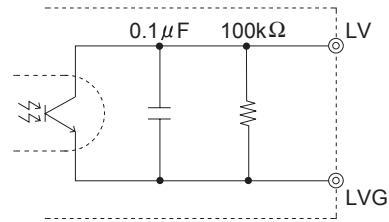

图5.13 LV内部电路
- LV报警的内部电路如图5.13所示。LV报警与输入、输出及FG隔离。